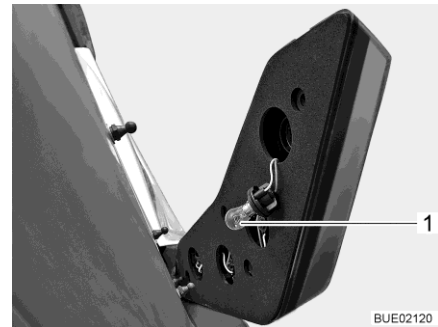

Fig. 292 Luz trasera
- Meter la mano en el agujero en el lado trasero de la carcasa. Girar el portalámparas (Fig. 292,1) (cierre de bayoneta) y extraerlo. Como ejemplo se muestra la luz de freno.